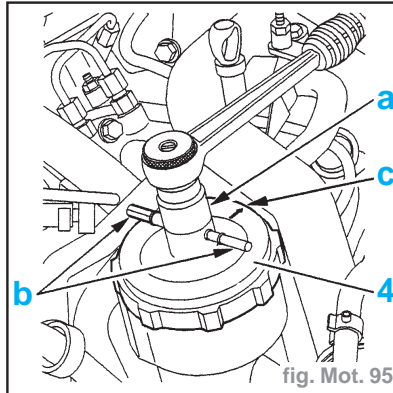

fig. Mot. 95
- Reposer le filtre à carburant (5).
- l'élément filtrant neuf (6), le positionner correctement
- la rondelle ondulée (7)
- le couvercle (4)
Attention : Positionner le couvercle (4) et les conduits (b) perpendiculaires au moteur (repère "c" situé côté filtre à air) (fig. Mot. 95).
- Appliquer une pression sur le couvercle (4) et desserrer simultanément d'un quart de tour.